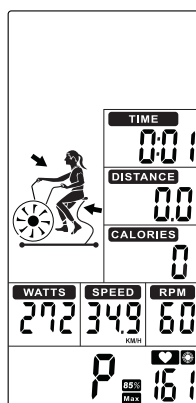

FIGURA 46
- Quando iniciar o treino, MAX HR (DISPLAY 7) acende-se alternando entre 65% e 85%. TEMPO (DISPLAY 3), DISTÂNCIA (DISPLAY 4), CALORIAS (DISPLAY 5), WATTS (DISPLAY 6), VELOCIDADE (DISPLAY 2) e RPM (DISPLAY 1) serão usados para calcular valor do treino (Figura 46).